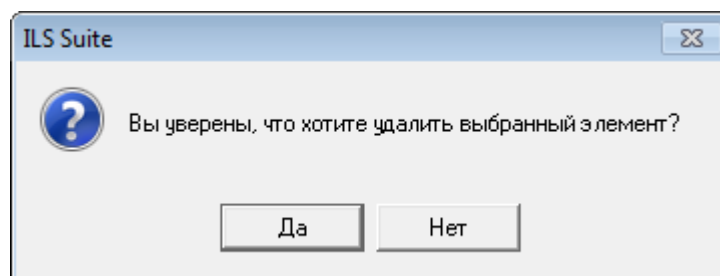

Рис. 9-60 – Диалоговое окно при удалении расходного материала
4) В открывшемся диалоговом окне нажать «Да» для подтверждения действия (рис. 9-60). Выбранные материалы будут удалены из базы данных даже в том случае, если они где-то используются.